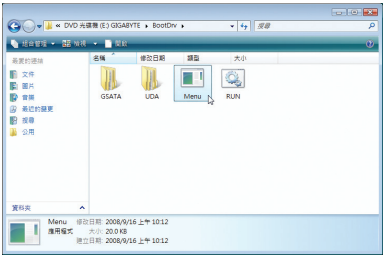
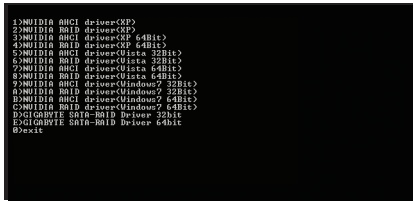

图2
图3
- 2：进入光盘中「BootDrv」文件夹，双击「Menu.exe」文件(图2)后会出现「命令提示字符」画面，内含如图3的控制器选单。
- 3：放入空白磁盘。依所要安装的操作系统按下SATA控制器驱动程序代码后再按<Enter>键。以图3的选单为例，若要复制 Windows XP (32-bit) 操作系统的RAID驱动程序请选择「2」NVIDIA RAID driver (XP)」。